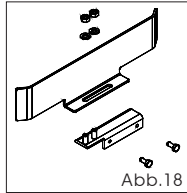

Abb.18
- 1) Die beiden geformten Feinbleche auf den beiden U-förmigen Haltern mit den Unterlegscheiben und Muttern aus dem Lieferumfang montieren und befestigen, wie in Abb. 18 gezeigt.